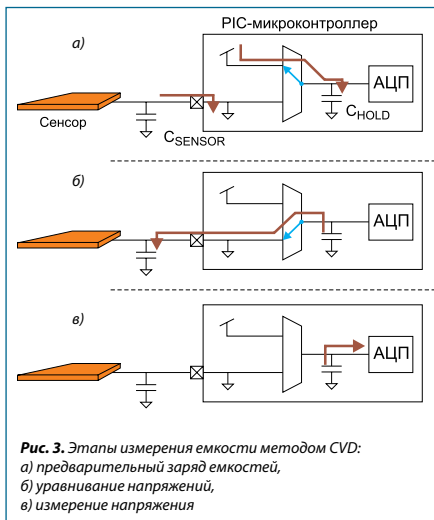

Рис. 3. Этапы измерения емкости методом CVD:
1. Предварительный заряд (рис. 3а). Обе емкости заряжаются до фиксированных разнополярных значений напряжений (C_{HOLD} заряжен до напряжения питания V_{DD} , C_{SENSOR} до V_{SS} — вывод МК настроен как выход с уровнем «лог. 0»).
2. Выравнивание зарядов (рис. 3б). АЦП подключается к входу с сенсором, то есть емкость УВХ подключается параллельно с емкостью сенсора. Вывод микроконтроллера с сенсором настраивается как вход.
3. Измерение результирующего напряжения (рис. 3в) V_{SAMPLE}